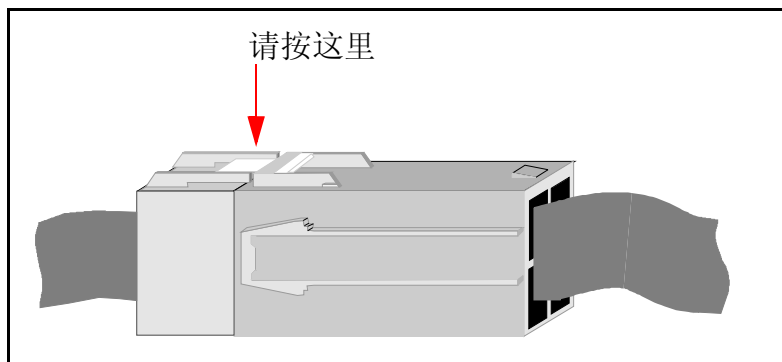

图 5-2 更换蓄电池，松开蓄电池导线上的插塞连接
6. 拔下蓄电池导线上的插塞连接。用拇指指甲把位于两个插塞件中间的止动弹簧按下去，并把插塞连接相互拉开，参见图 5-2。